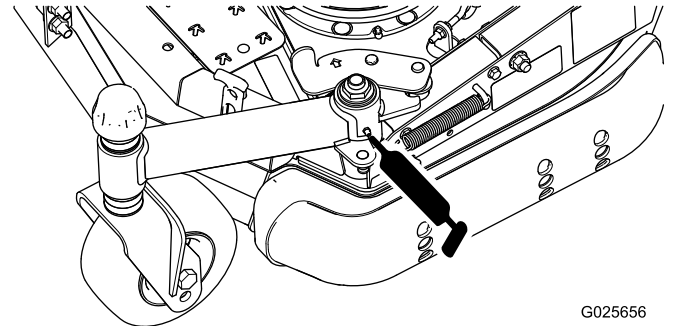

Bild 15
- Klappbarer Laufradarm-Drehzapfen (1) (Bild 15)